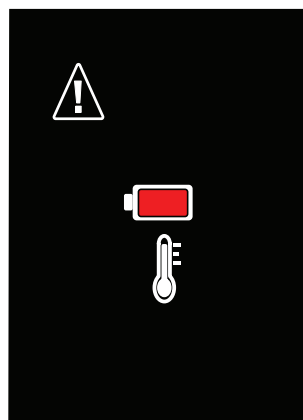

Bild 21: Varningsmeddelande om batteritemperatur
- Med läckagedetektorn påslagen och laddaren ansluten indikerar displayen uppladdning och förloppet med en blixtsymbol längst upp till höger på displayen, se bild 21.